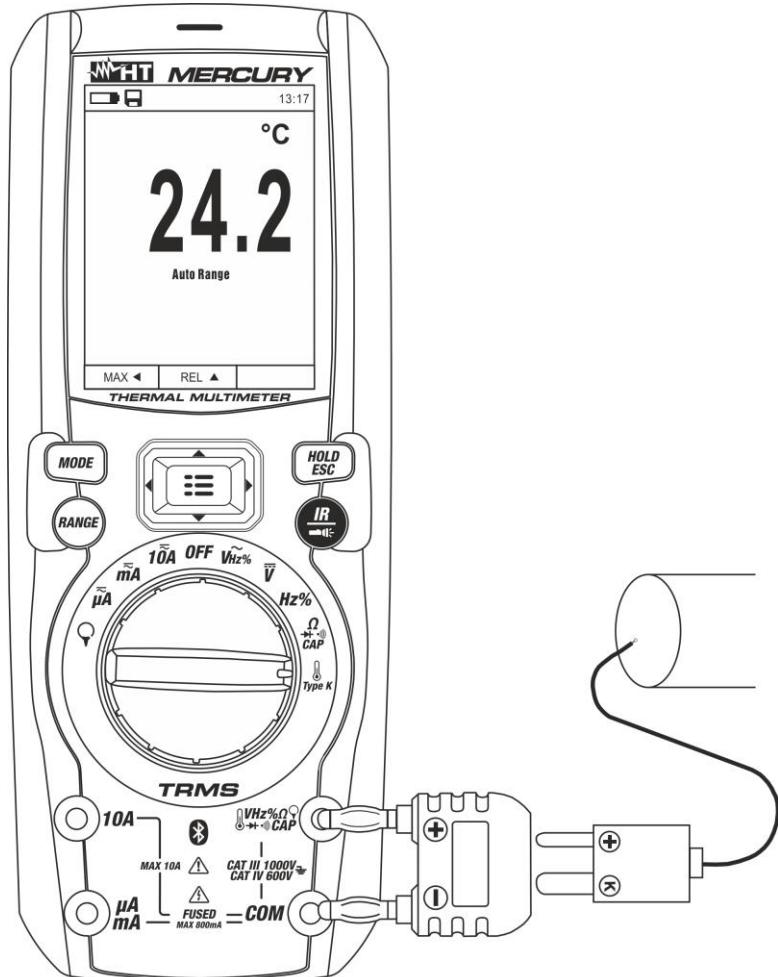

Fig. 27: Uso do instrumento para a medição de Temperaturas
3. Inserir o adaptador fornecido nos terminais de entrada **VHz%CAPΩ►+•)** (polaridade +) e **COM** (polaridade -) (ver Fig. 27)